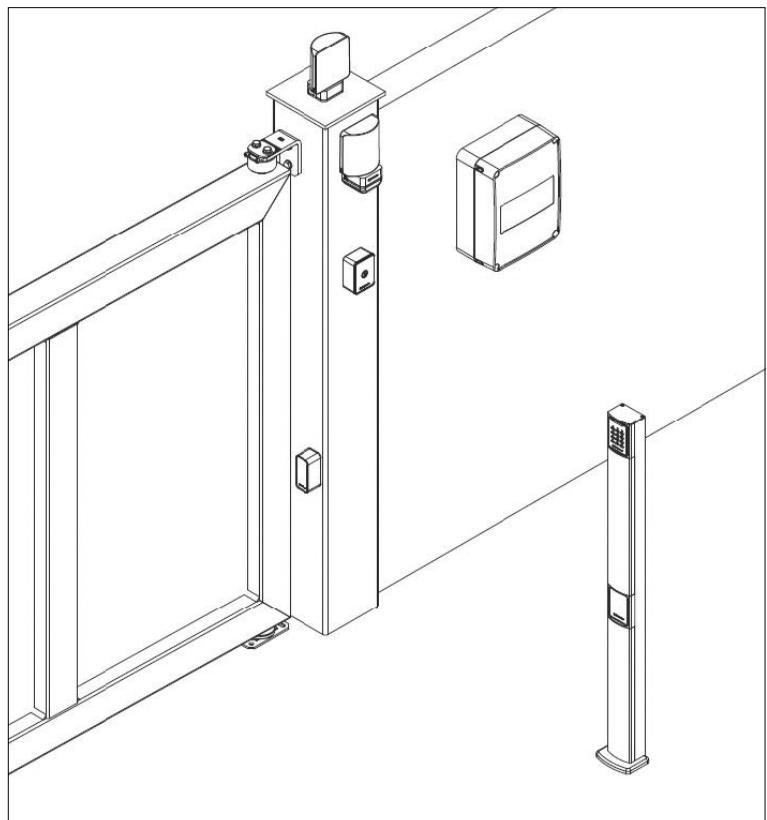

FIG. 1
- fissare le colonnine al pavimento con dei tasselli adatti o, nel caso di cemento fresco, immergere la piastra con tirafondi come illustrato nelle FIG. 1 e 2.
- Secure the posts to the ground with suitable screw anchors or, in the case of fresh concrete, embed the base plate with anchor bolts as shown in FIG. 1 and 2.
- Die Säulen mit geeigneten Dübeln am Boden befestigen oder, im Falle von frischem Zement, die Platte mit Ankerbolzen einbetten (siehe ABB. 1 und 2).
- Fixer les colonnes au sol avec des chevilles adaptées ou, en cas de ciment frais, noyer la plaque avec des entretoises comme représenté aux FIG. 1 et 2.
- Fije las columnas al pavimento con tacos adecuados o, en el caso de cemento fresco, sumerja la placa con tirafondos, tal como se muestra en las FIG. 1 y 2.
- Прикрепите стойки к полу при помощи двух подходящих вкладышей или, если это свежий бетон, погрузите пластину с анкерными болтами, как показано на РИС. 1 и 2.